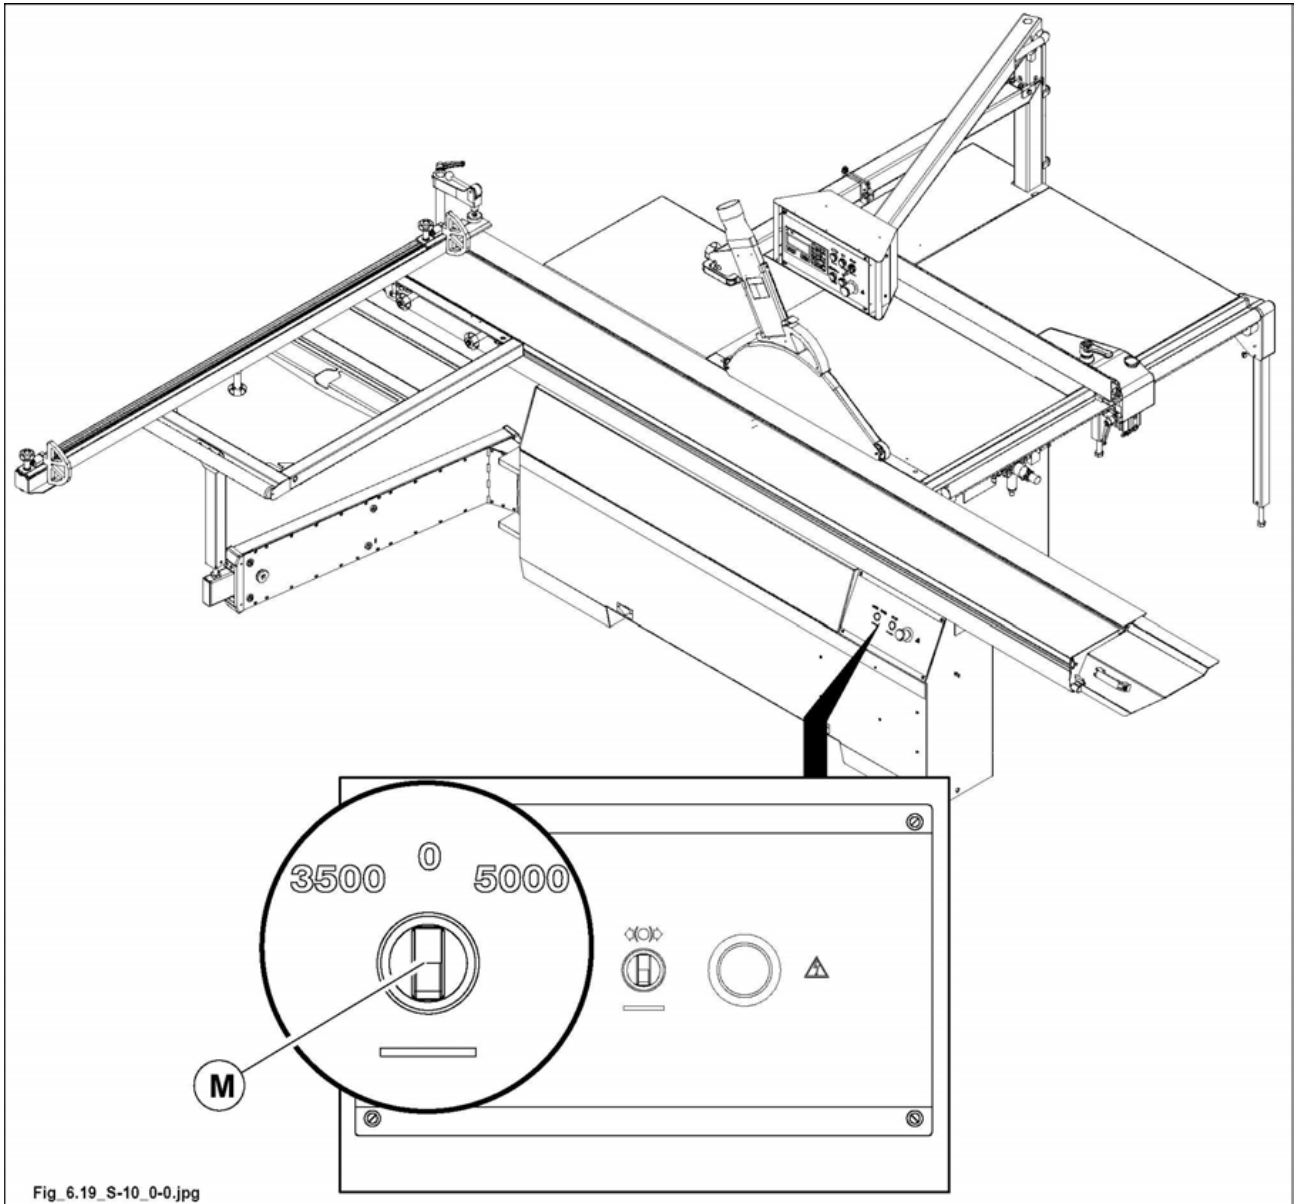

Abb. 6.19
- Den Wählschalter (M, Abb. 6.19) drehen, bis die gewünschte Umdrehungszahl erreicht wird.